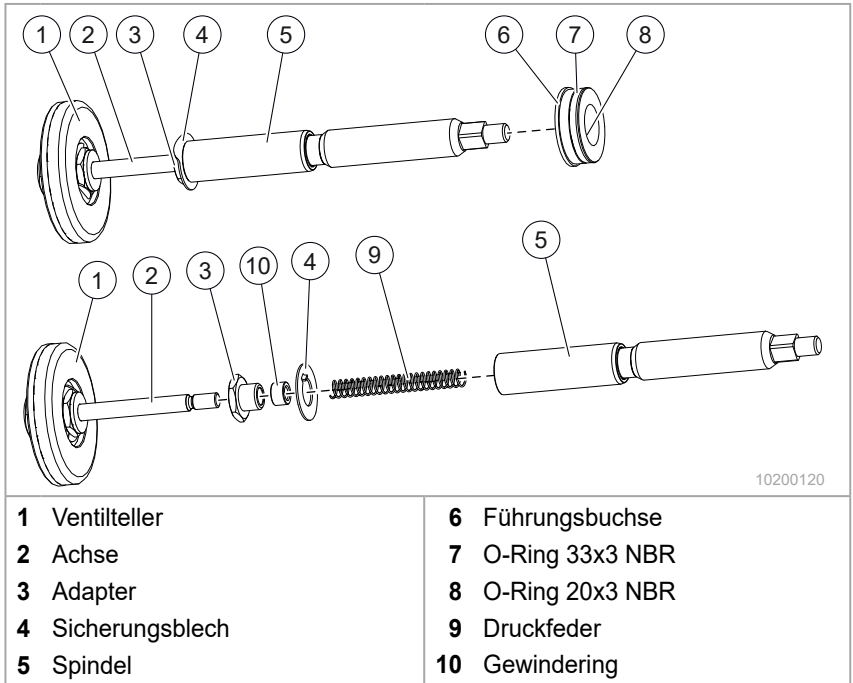

Fig. 4 Buchse und Ventilteller / Spindel
1. Die Nase des Sicherungsblechs (Fig. 4/4) geradebiegen.
2. Den Ventilteller (Fig. 4/1) mit der montierten Achse (Fig. 4/2) aus dem Adapter M14x1.5~00 (Fig. 4/3) vollständig herausdrehen.
- Bei Reparaturset Advanced:** Druckfeder (Fig. 4/9) und Spindel (Fig. 4/5) austauschen.
3. Adapter in der richtigen Lage auf die Achse des neuen Ventiltellers schrauben und den Gewinding (Fig. 4/9) aufschrauben.